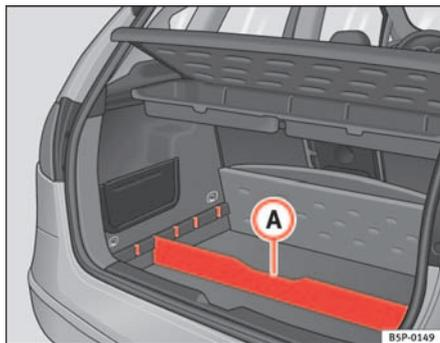

Fig. 104 Séparateur du plancher du coffre à bagages
- Placez le séparateur **A** ⇒ page 141, fig. 104, dans les rainures latérales en fonction de la taille des objets à transporter. Vous trouverez sous les rangements les outils de bord et la roue de secours.